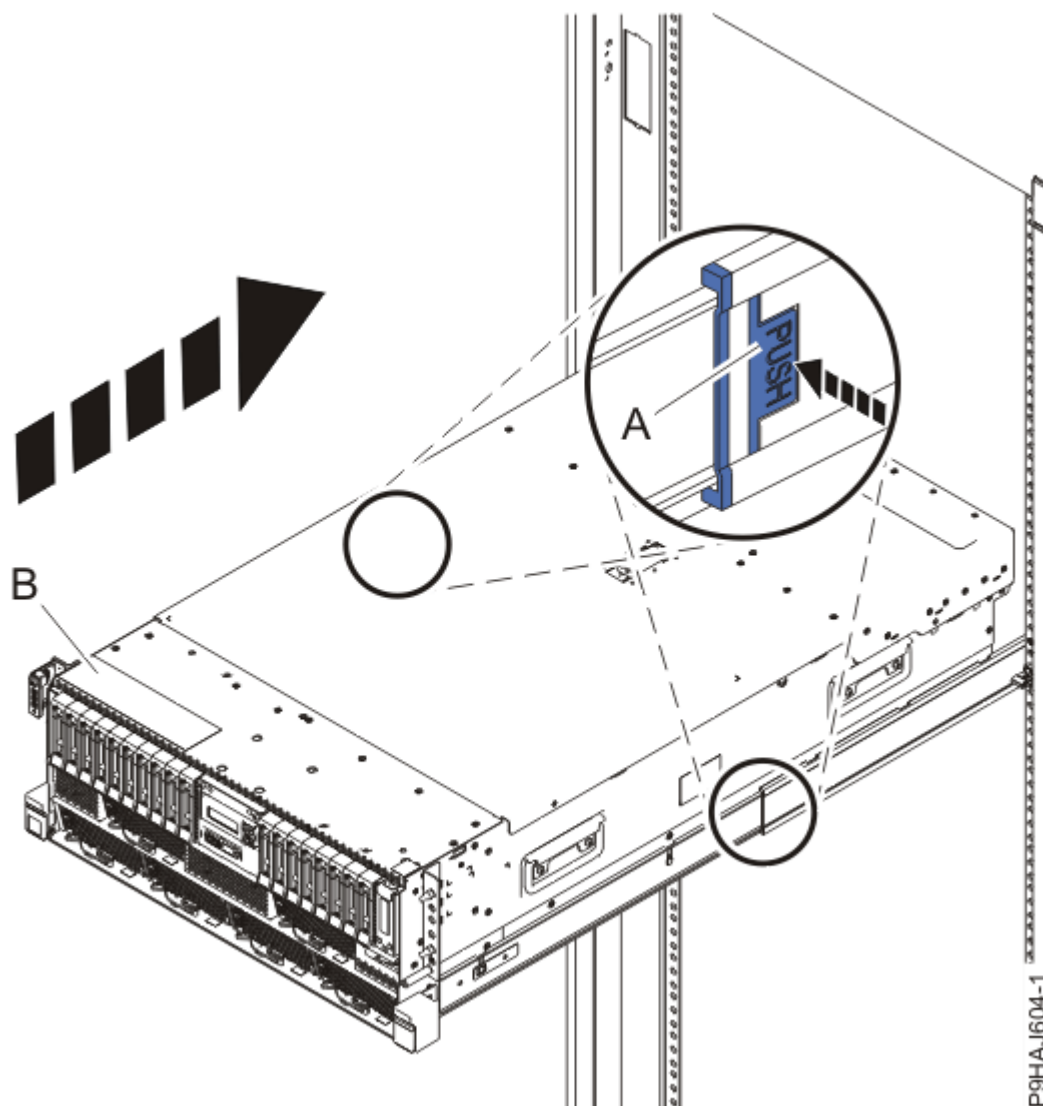

Figura 56. Colocación del sistema en posición operativa
3. Para un sistema montado en bastidor, desbloquee los pestillos de seguridad de color azul de los rieles **(A)**, tal como se muestra en la Figura 56 en la página 72 presionándolos hacia dentro.